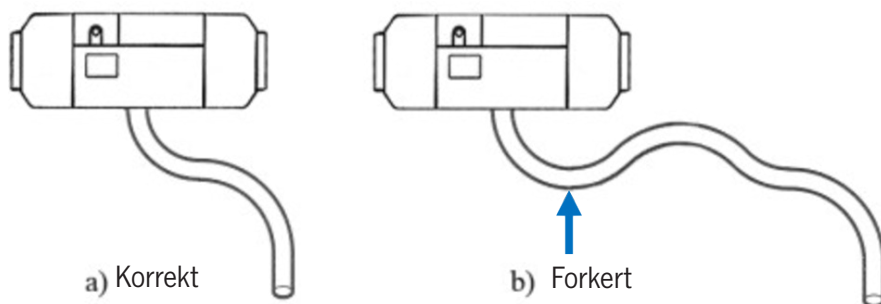

Fig. 26
- Forbrændingslufttilførsleret og udstødningsrøret skal monteres i en kontinuerlig nedadgående retning fra varmelegemet for at aflede kondensvand. Fig. 26.